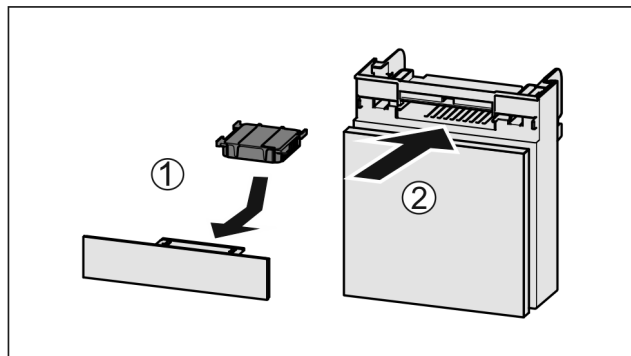

Fig. 94
- Aktivkohlefilter nach Abbildung einsetzen Fig. 94 (1).
- Fach einschieben Fig. 94 (2).